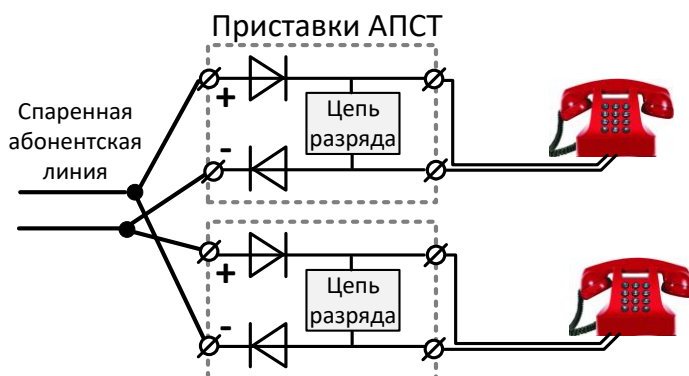

Рисунок 2. Схема подключения абонентов к спаренной телефонной линии
В зависимости от типа вызывного сигнала выпускаются две схемы АПСТ-1 и АПСТ-4 (где 1 и 4 – номера разработок), различающихся схемами цепи разряда конденсатора звонковой цепи телефона. Функциональная схема, объясняющая применение приставок АПСТ, показана на рис. 2., электрические характеристики приведены в табл.1
- в корпусе, для подключения двух абонентов, подключение через клеммы (в названии через дробь добавлена цифра «2»): АПСТ-1/2, АПСТ-4/2 (рис. 2в).
* При больших амплитудах спаренный аппарат может подзванивать на пике обратной полуволны (см. рисунок 2).